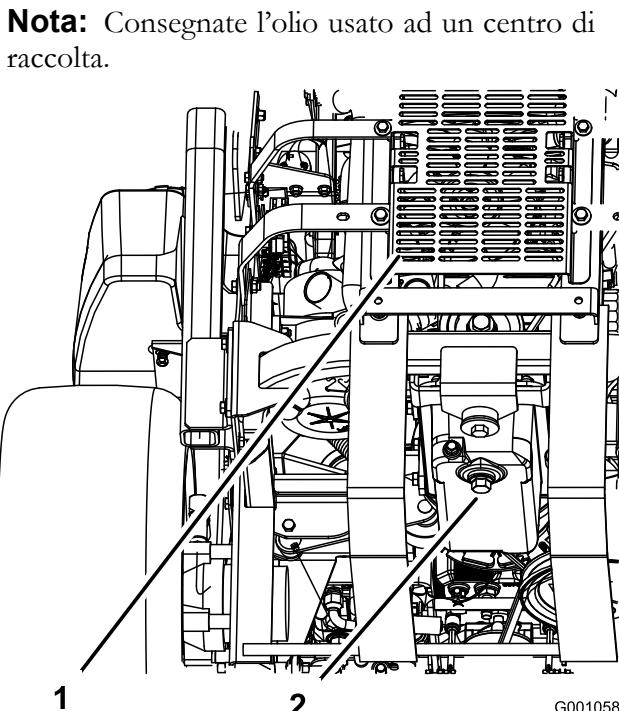

Figura 34
5. Collocate una bacinella sotto lo spurgo dell'olio. Togliete il tappo dell'olio e lasciate defluire completamente l'olio (Figura 34).